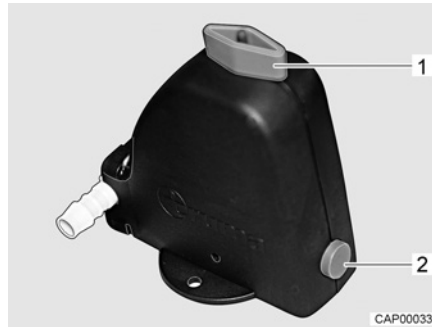
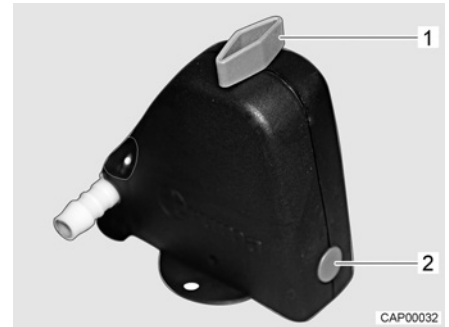

Bild 101 Sicherheits-/Ablassventil geöffnet
Bild 102 Sicherheits-/Ablassventil geschlossen
- Sicherheits-/Ablassventil schließen. Dazu Drehknopf (Bild 101,1) quer zum Sicherheits-/Ablassventil drehen und Druckknopf (Bild 101,2) hineindrücken. Das geschlossene Sicherheits-/Ablassventil ist in Bild 102 dargestellt.